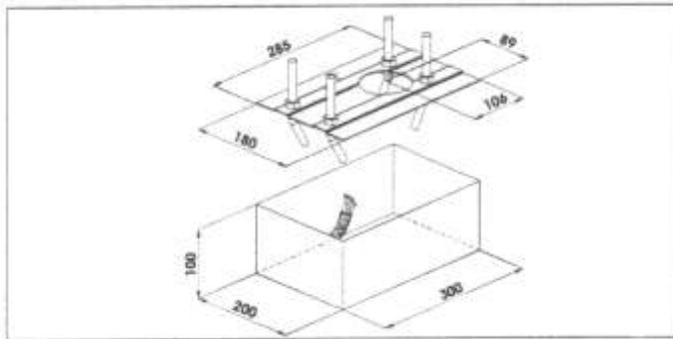

Рис. 4
- Закрепите основание крепления привода сваркой или бетонированием (основание с арматурой для крепления в бетоне входят в комплект) как показано на рис. 4. При измерениях руководствуйтесь рис. 5, при этом створка имеет соответственно левое или правое расположение. Для горизонтальной установки используйте уровень;